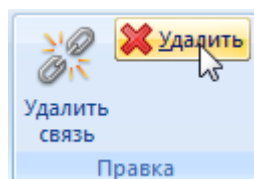

Рис. 18-4 – Кнопка «Удалить» панели «Правка»
- 3) Нажать кнопку «Удалить» панели «Правка» (рис. 18-4).